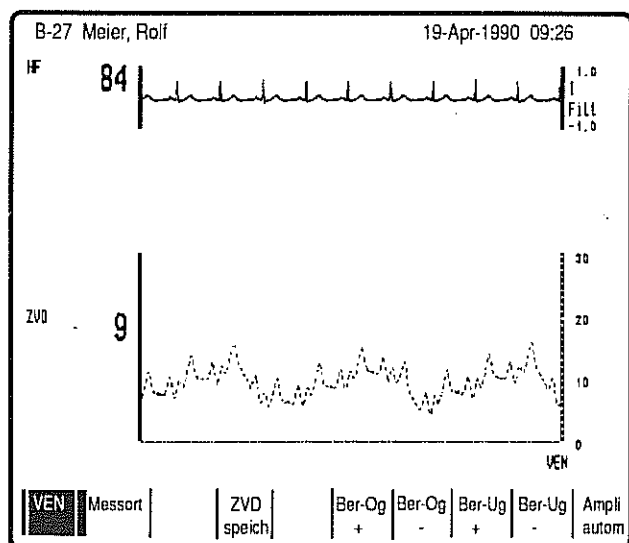
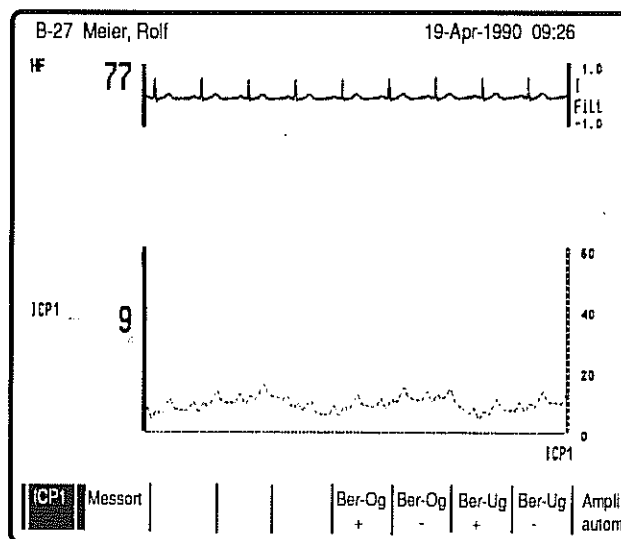

Bild 10
Bild 11
- * Möchten Sie den venösen Druck messen, erscheint Bild 10; beim Epiduraldruck Bild 11. (Zur Erinnerung: Zum Auswählen müssen Sie Taste F2 Messort drücken!)